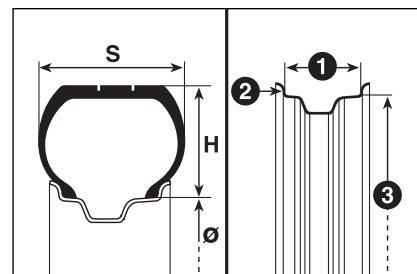

fig. 5
LECTURA CORRECTA DEL NEUMÁTICO fig. 5
DE LA LLANTA fig. 5****Ejemplo: 6 1/2 J x 15 H2 ET43****6 1/2** = anchura de la llanta en pulgadas (1).**J** = perfil de la pestaña (resalte lateral donde apoya el talón del neumático) (2).**15** = diámetro de montaje en pulgadas (corresponde al neumático que debe montarse) (3 = Ø).**H2** = forma y número de los “hump” (medición de la circunferencia que mantiene en su lugar el talón del neumático sin cámara en la llanta).**ET43** = ángulo de caída de la rueda (distancia entre la superficie de apoyo disco / llanta y línea central de la llanta de la rueda).